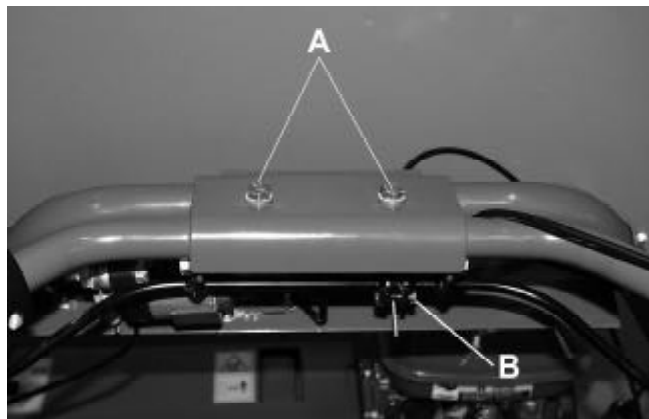
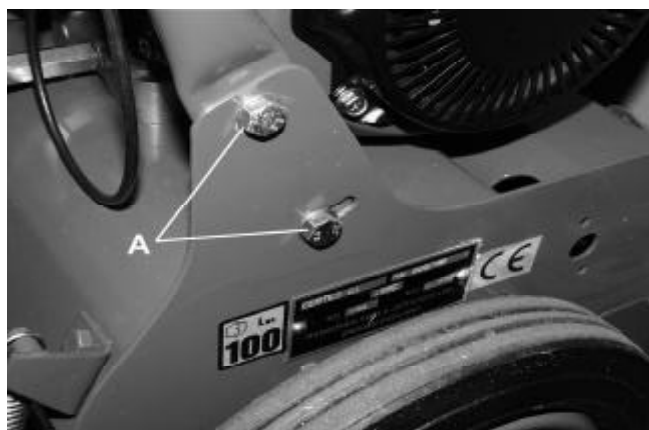

Fig. 23
Fig. 24
Wenn die Rohre an den Seitenrahmen (A Abb. 24) angebracht sind und wenn die Griffstangen am unteren Griffrohr (A Fig. 23) angebracht sind
1. Die Spannschrauben (A Abb. 23 bzw. 24) lockern.
WICHTIG! Wenn Griffstangen an der Stelle eingestellt werden, an der sie am unteren Griffrohr angebracht sind, muß das Drosselkabel evtl. an (B Abb. 23) eingestellt werden, um die richtige Motordrehzahl zu erreichen.